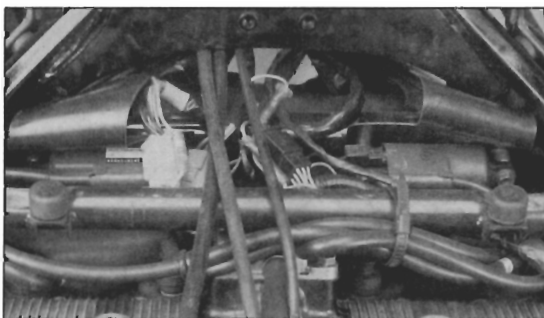

Bild 115
- Einbaulage der Zündspulen siehe Bild 115.